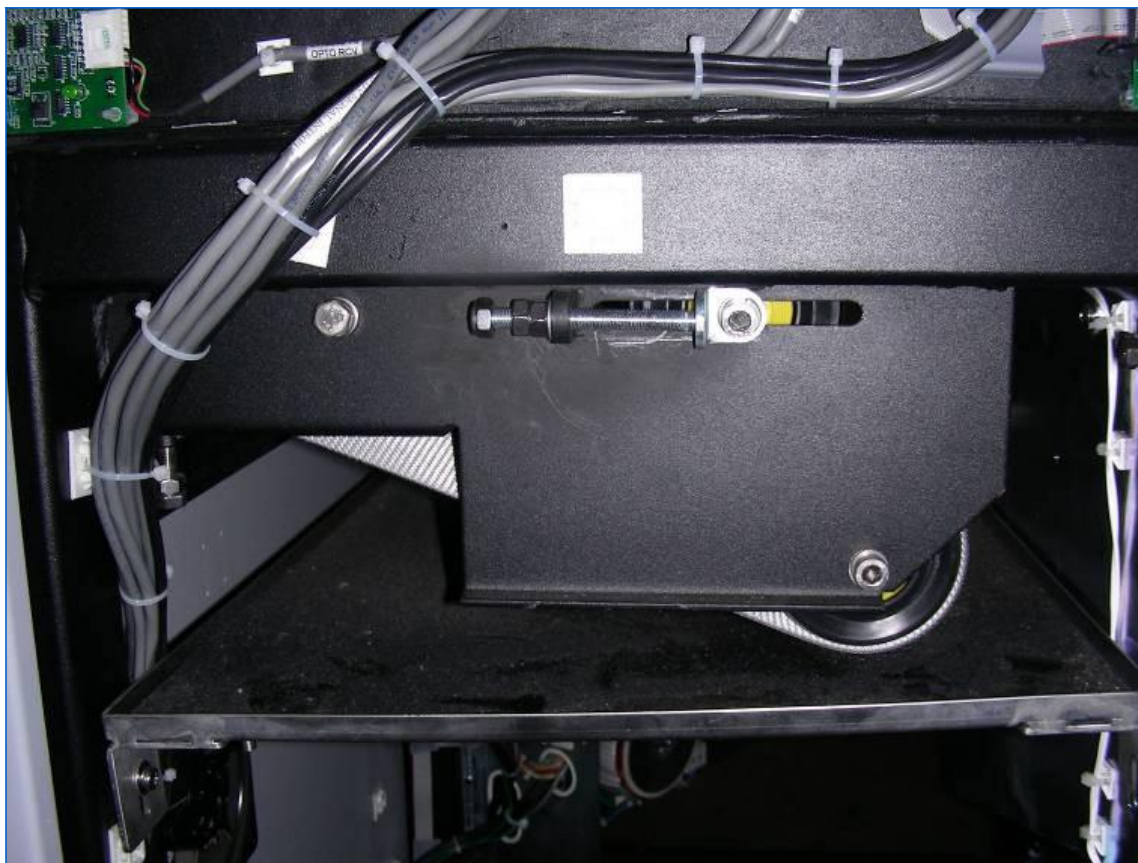

Рисунок 26-18: Болт регулировки натяжения
4. Ослабьте болты натяжения с каждой стороны конвейера (Рисунок 26-18).